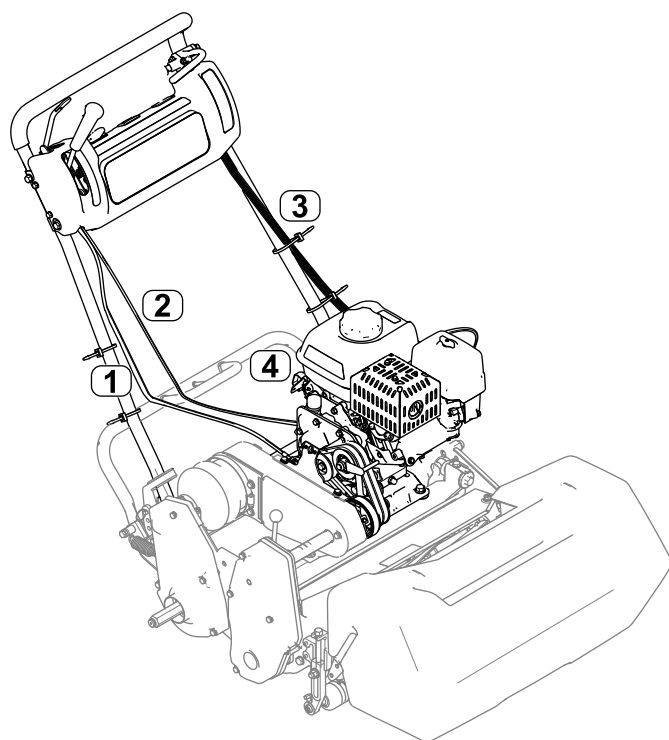

**Figura 7**
- Utilizzate il cavo dell'acceleratore lungo 158,3 cm per tutti i modelli, ma non per un trattorino modello 04056; fate riferimento a Figura 7.